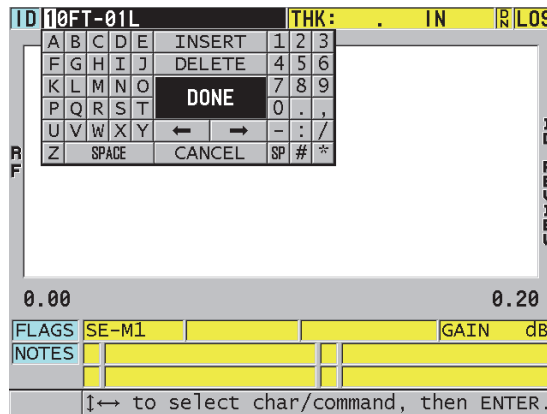

Figura 11-28 Modificación del ID #
4. Pulse nuevamente la tecla **[ID#]** y modifique el valor del ID (ver Figura 11-28 en la página 232).